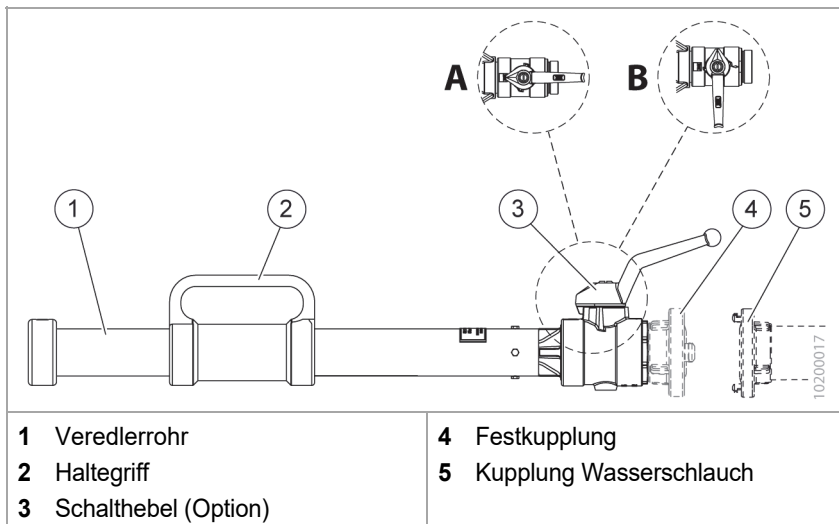

Fig. 2 Handhabung
- ✓ Der Schalthebel ist geschlossen (Fig. 2/B).
1. Die Kupplung des Wasserschlauchs (Fig. 2/5) mit der Hand oder einem Kupplungsschlüssel an die Kupplung am Schaumrohr (Fig. 2/4) anschließen.
2. Das Schaumrohr (Fig. 2/1) auf den Brandherd ausrichten.
4. Das Schaumrohr durch Drehen des Schalthebels (Fig. 2/3) längs zur Durchflussrichtung des Wassers öffnen (Fig. 2/A).
5. Den Schalthebel (Fig. 2/3) quer zur Durchflussrichtung des Wassers schließen.
5. Die Wasserzufuhr schließen und die Kupplung des Wasserschlauchs (Fig. 2/5) mit der Hand oder einem Kupplungsschlüssel von der Festkupplung (Fig. 2/4) am Schaumrohr lösen.